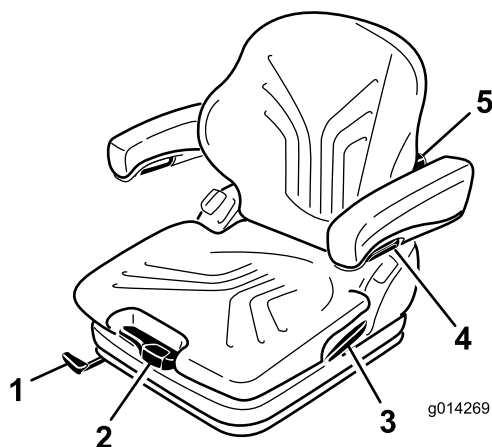

Рисунок 16
Регулировка сиденья по массе тела оператора осуществляется вытягиванием или нажатием рычага регулировки по массе тела (Рисунок 16).
1. Для регулировки поднимите рычаг, чтобы разблокировать сиденье (Рисунок 16).
Поворачивая головку регулировки вверх, можно изменять изгиб подушки верхней части спинки. Поворачивая головку регулировки вниз, можно изменять изгиб подушки нижней части спинки (Рисунок 16).
Для регулировки высоты подлокотников отделите от крышки круглый колпачок (Рисунок 16), отпустите шестигранную гайку (13 мм) под него, отрегулируйте
Для регулировки угла подлокотника поворачивайте головку регулировки (Рисунок 16).
Поднимите вверх блокировочный рычаг для высвобождения фиксатора спинки (Рисунок 16). При высвобождении фиксатора спинки не нажимайте на нее.